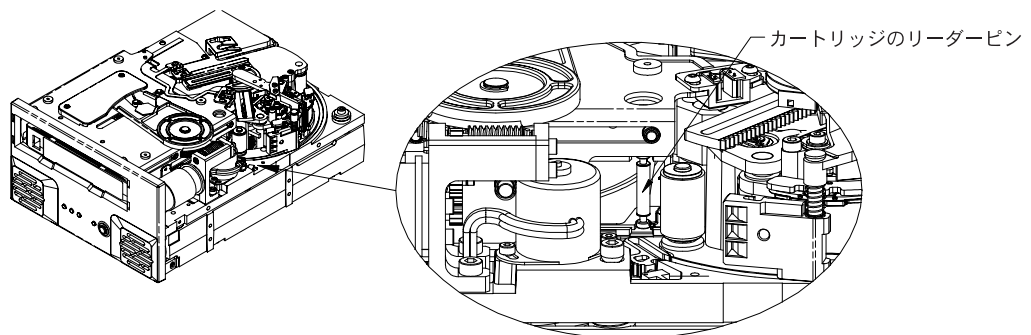

図 16 LTO カートリッジ内のリーダー・ピンを拡大表示した Viper 200 図 (テープはテイクアップ・ハブでスレッドされていない)
- ケース 1: カートリッジがロードされており、リーダー・ピンがまだカートリッジ内にある(図 16 参照)。40 ページの手順に従います。
1. リーダー・ピンが、図 16 に示したようにカートリッジ内にあることを確認します。リーダー・ピンがカートリッジから引き抜かれ、テープ・パス内にある場合には、42 ページの「ケース 2: カートリッジがロードされ、テープが部分的にスレッドされている場合」の手順に従います。